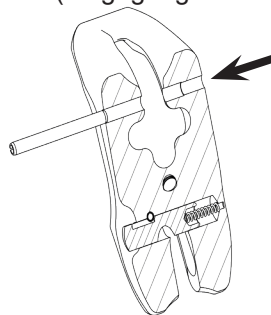

Abb. 30
1. Schlagen Sie zur einfachen Demontage den Sicherungsstift mit dem Hammer immer analog Abb. 30 aus (entgegengesetzt zum Bolzen).